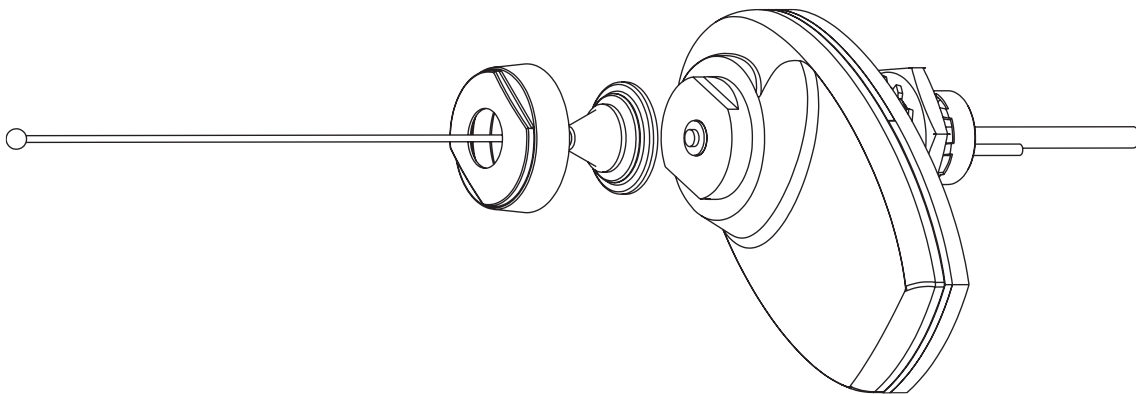

Afbeelding 1. Typische installatie
2. Snijd of boor gaten in het bevestigingsoppervlak (maximale dikte 1,27 cm). Zie Afbeelding 1 voor de grootte en plaats van de gaten.